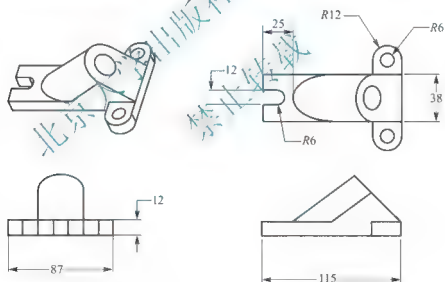

图 7.101 可变剖面扫描练习
(3) 用可变剖面扫描特征完成如图 7.101 所示零件的三维模型。